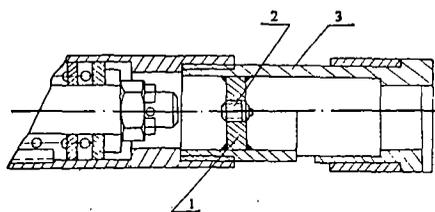

图1 改进后的单动机构示意图
(1) 轴承工作环境 钻具单动机构中的轴承易损，是工作环境造成的，即单动接头和畅通的接头及上分离接头连接，使得轴承直接与外部环境（如冲洗液、钻粉等）相通。为此，我们将上分离接头加以改进（图1），使轴承同外部环境隔离，又增加了注